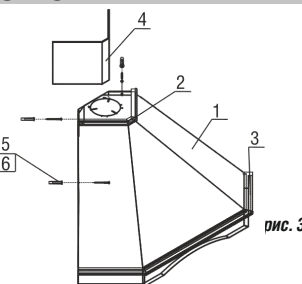

рис. 3
- 6.1 Прежде чем повесить кухонную вытяжку, необходимо верхнее деревянное обрамление (поз. 2, рис. 3) приклеить к корпусу вытяжки (поз. 1, рис. 3). Снимите защитную полосу с двухсторонней самоклеящейся ленты, которая наклеена на обрамлении, затем приклейте его к корпусу вытяжки.